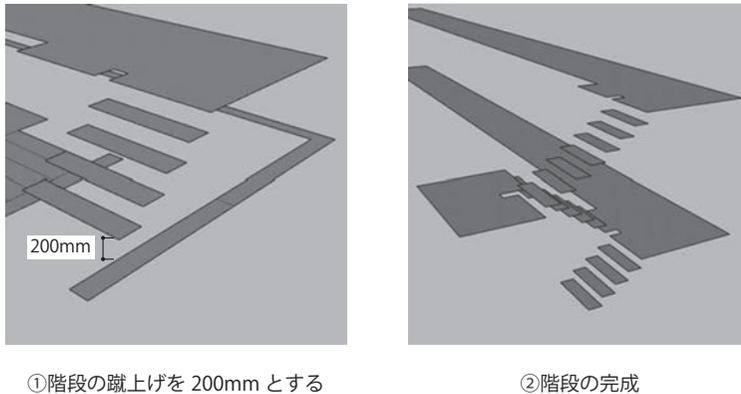

図16 階段ステップの作成
- 8) 同様に他の階段の踏面を青軸に沿って200 mm ずつ高くしながら移動（図16-①）
- 10) 1階から2階への階段を同様に作成する（図16-②）